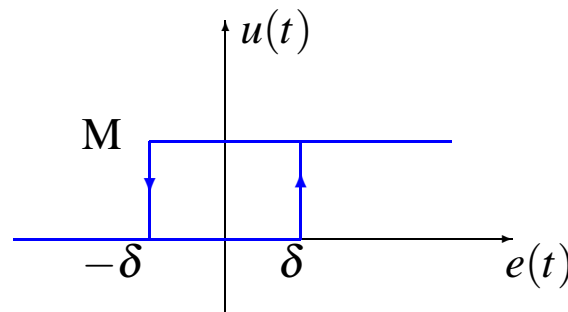

Figura 6: Inclusión de Histéresis
**Inclusión de Histéresis:** La Figura 6 muestra un controlador On-Off incorporando Histéresis. Notemos que el retardo en el cambio de la señal nos aporta *un grado de libertad extra* en el diseño.